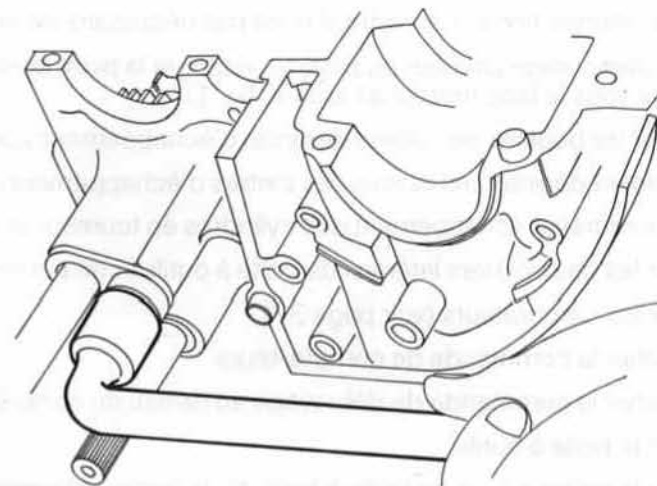

FIG. 1
- Dévisser la vis de butée (clé à pipe de 17 mm) et déposer la butée (fig. 1).